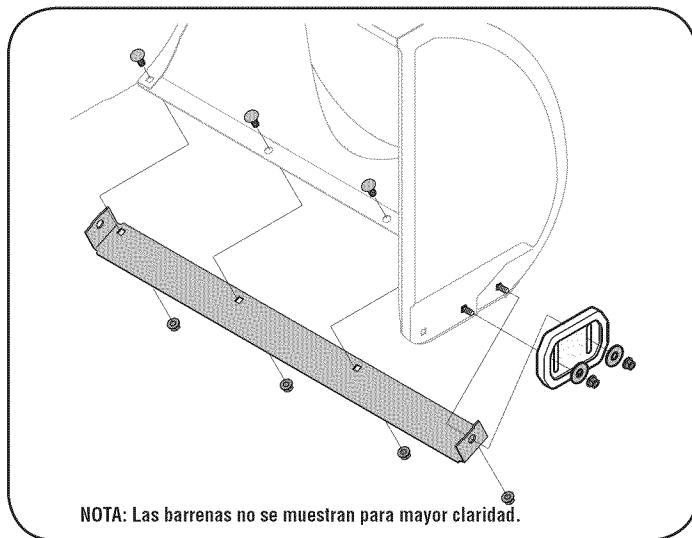

Figura 20
2. Monte las nuevas zapatas antideslizantes con cuatros pernos de carro (dos en cada lado), arandelas, y las tuercas de brida hexagonales. Consulte la Figura 20.